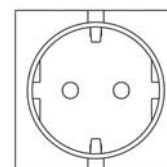

Figura 1: parte frontale
- Collegare il punto di messa a terra dell'inverter (Vedere figura 1, rif. 7) al punto di messa a terra del veicolo/della barca.
- Collegare il conduttore di neutro (N) dell'uscita CA dell'inverter alla messa a terra di sicurezza (PE/GND) e integrare nel cablaggio dell'uscita CA un interruttore differenziale (GFCI).
Vedere figura 1, rif. 6. Di norma, non è necessario modificare le impostazioni predefinite dei commutatori DIP. L'inverter viene fornito in dotazione già pronto per l'uso.
- Collegare il conduttore di neutro (N) dell'uscita CA dell'inverter alla messa a terra di sicurezza (PE/GND)
- Prima di installare l'inverter, assicurarsi che l'interruttore principale (figura 1, rif. 1) si trovi nella posizione OFF.
3. Tensione CA: il carico può essere collegato direttamente all'uscita CA (Figura 1, rif. 2).
Spostare l'interruttore principale (Figura 1, rif. 1) su "ON". L'inverter avvia un'autoverifica indicata da due segnali acustici provenienti da un dispositivo e da appositi indicatori a LED lampeggianti. Tali segnali durano circa due secondi. Il dispositivo produce un altro segnale acustico e l'inverter si accende, come segnalato da due indicatori a LED verdi. L' inverter è quindi pronto per fornire il carico collegato all'uscita CA (1).
Spostare l'interruttore principale (Figura 1, rif. 1) sulla posizione "OFF". N.B. Lo spegnimento dell'inverter non interrompe il collegamento alle batterie!
L' inverter può essere messo in funzione da un luogo remoto tramite un interruttore a distanza opzionale. Spostare l'interruttore principale (Figura 1, rif. 1) sulla posizione "REMOTE". Una volta chiuso il contatto remoto, l' inverter si trova acceso.
Vedi figura 1. Il funzionamento dell'inverter è visualizzabile grazie a tre indicatori LED (3), (4) e (5).
1. Spostare l'interruttore principale (Figura 1, rif. 1) sulla posizione "OFF".